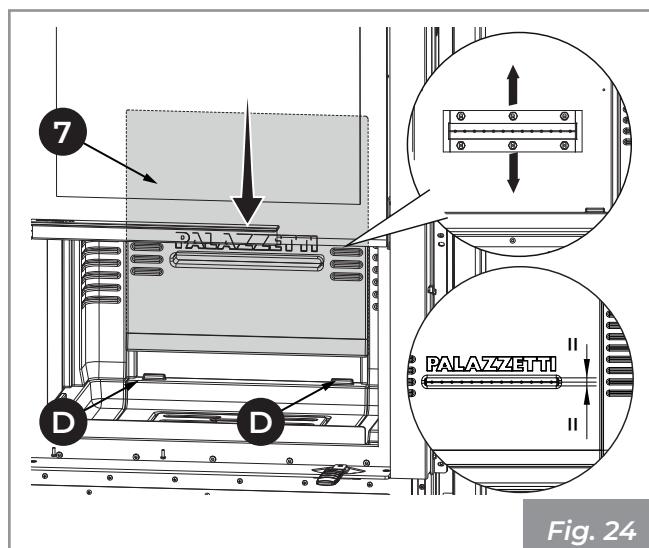

Fig. 24
- 8) Apoyar el espaldar en refractario (7) a la pared del Ecomonobloque y hacerlo deslizar delicadamente hasta su posición, centrándolo con la protuberancia (D) presente en la base en refractario (Fig. 24).